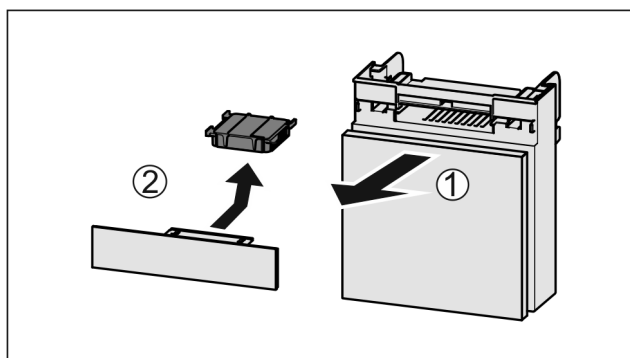

Fig. 109
- Estrarre il vano tirando in avanti Fig. 109 (1).
- Rimuovere il filtro a carboni attivi Fig. 109 (2).